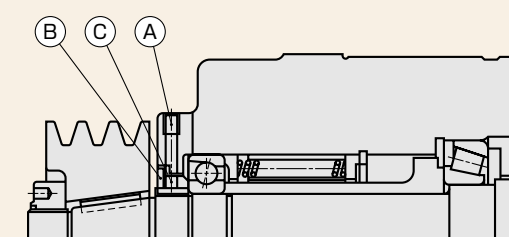

図5 SH...NW形
- ①の六角穴付き止めねじを外す(図5参照)。
- ①を外した穴に丸ナット②回り止めねじを合わせ、六角レンチを差し込んで、六角穴付き止めねじ③を緩める(図5参照)。